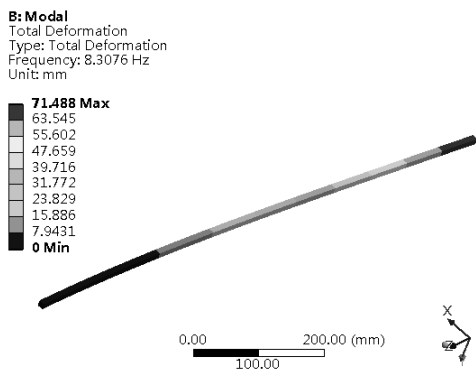

图 10-28 一阶模态总变形分析云图
Step4：选择 Outline（分析树）中 Solution（B6）下的 Total Deformation（总变形）选项，此时会出现如图 10-28 所示的一阶模态总变形分析云图。